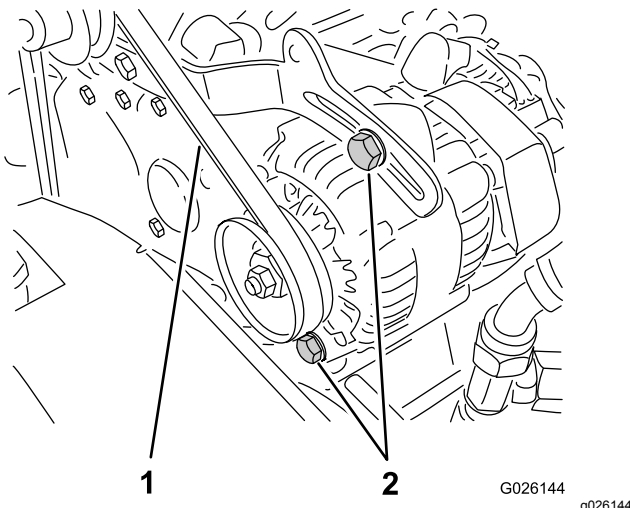

图58
- 2. 使用 10kg 的力按压曲轴箱与交流发电机皮带轮之间的皮带中间位置检查皮带的张紧力图58。
A. 拧松 2 个交流发电机安装螺栓图58。
- B. 使用撬棍转动交流发电机直至达到适当的皮带张紧力然后拧紧安装螺栓图58。